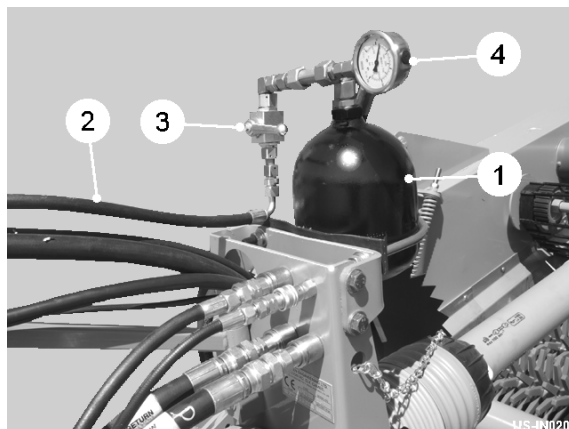

Fig 12
Det hydraulisk dæmpede trækstang er monteret for at beskytte maskinen under jordforhold, hvor der kan forekomme nedgravede forhindringer. Systemet består af en hydraulisk cylinder monteret inden i trækstangen, som er under tryk af en akkumulator (item 1, fig 12). Designet tillader trækstangen at strække sig med 200 mm. Efter 25 mm udløser en nærhedsføler kontrolsystemet, som samtidig løfter graveenheden og stopper tværtransportøren og vari-flow. Efter aktivering skal maskinelementerne genstartes ved hjælp af kontrolboksen. Trækstangen skal altid være under tryk, inden arbejdet påbegyndes.
For at indstille akkumulatortrykket, tilslut slangen (item 2, fig 12) til traktorens spoleventil og åbn akkumulatorventilen (item 3, fig 12). Åbn traktorens spoleventil, mens du holder øje med manometeret (item 4, fig 12). Når trykket når 65 bar, skal du straks lukke spoleventilen og derefter lukke akkumulatorventilen. Om nødvendigt reduceres trykket let ved hjælp af akkumulatorventilen. Trækstangen er nu under tryk og klar til drift. Hvis den indledende indstilling på 65 bar viser sig at være for lav på grund af forskellige jordforhold, og trækstangen strækker sig ud under normalt arbejde, skal du øge trykindstillingen med trin på 10 bar, indtil trækstangen er statisk.